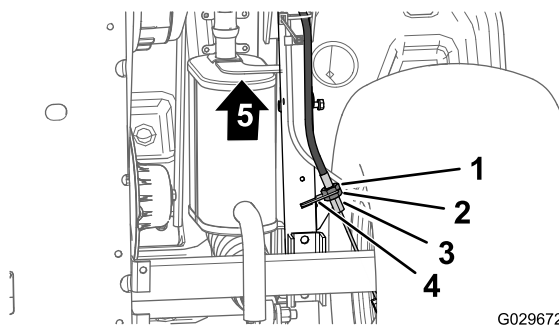

Рисунок 64
3. В нижней части машины ослабьте заднюю зажимную гайку резьбового регулятора троса стояночного тормоза на 4 оборота (Рисунок 64).
4. Затяните переднюю зажимную гайку (Рисунок 64).
- A. Ослабьте затяжку передней зажимной гайки (Рисунок 64) на резьбовом регуляторе троса стояночного тормоза на один оборот.
- B. Затяните заднюю зажимную гайку (Рисунок 64).
- A. Ослабьте затяжку задней зажимной гайки (Рисунок 64) на резьбовом регуляторе троса стояночного тормоза на один оборот.
- B. Затяните переднюю зажимную гайку (Рисунок 64).